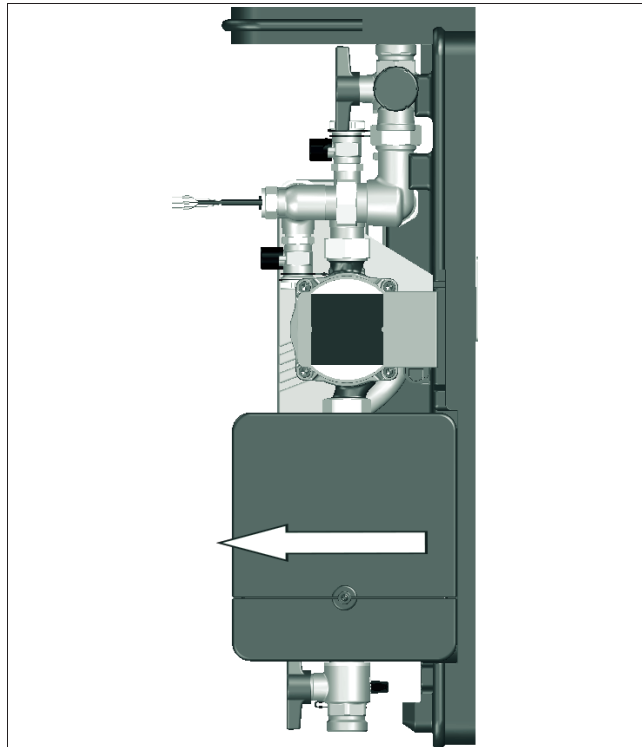

Abb. 29: Regler aus der Unterschale lösen
2. Ziehen Sie den Regler vorsichtig von der Unterschale ab wie in Abb. 29.